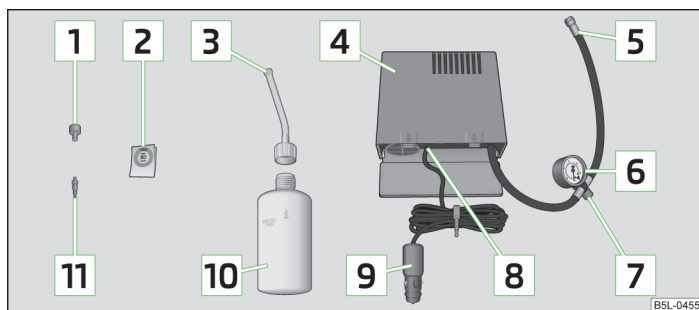

Fig. 173 Componenti del kit per la riparazione dei pneumatici
- Incollare l'adesivo **2** » **fig. 173** a pagina 223 sulla plancia, nel campo visivo del conducente.
- Agitare vigorosamente la bombola di riempimento del pneumatico **10** » **fig. 173** a pagina 223.
- Avvitare saldamente sulla valvola il tubo flessibile di gonfiaggio del pneumatico **5** » fig. 173 a pagina 223 del compressore.